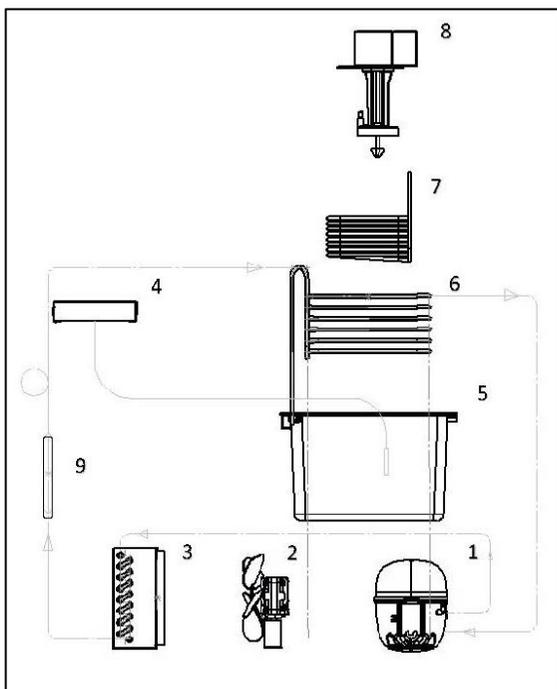

Рис. 1. Схема охладителя.
Охладитель представляет собой конструкцию коробчатого типа со съёмными стенками и верхней крышкой. Корпус изготовлен из оцинкованной листовой стали окрашенной порошковой краской. Внутри охладителя расположены: компрессор (1), конденсатор охлаждения (3), фильтр-осушитель (9), испаритель (6) соединённые между собой медными трубками с помощью паяных соединений, образуя герметичную систему, заполненную хладагентом R134a (см. рис. 1).